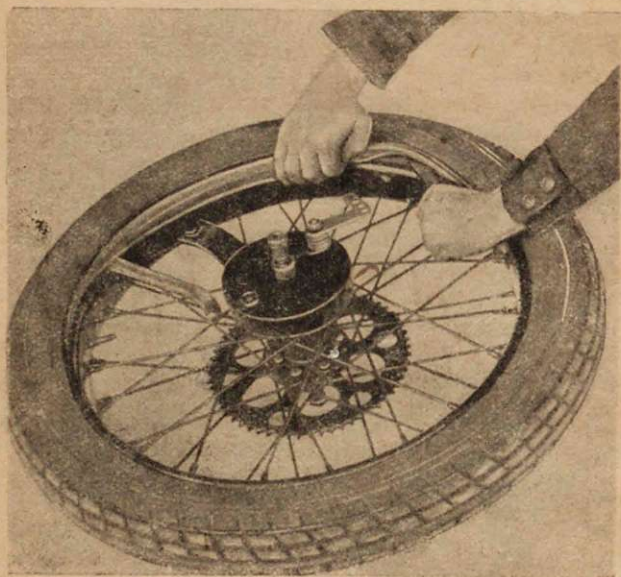

Рис. 27.
щитка, поднять бугель, отпустить обе гайки (3) крепления колеса, разъединить и снять заднюю цепь, снять тягу заднего тормоза и после этого вынуть заднее колесо. Когда колесо снято, нужно выпустить весь воздух из камеры, отвернуть вентиль, отвернуть гайку, крепящую вентиль к ободу, утопить вентиль, следя за тем, чтобы не помять резьбу. Далее нужно снять покрышку или, как говорят, «разбортовать ее». Разбортовка покрышки производится при помощи монтажных лопаток (прилагаемых к мотоциклу) как это изображено на рис. 27. После этого нужно вынуть из покрышки камеру, накачать ее при помощи насоса и опустить в воду. Местоположение отверстия обнаруживается пузырьками воздуха, выходящего из камеры. В случае если воды поблизости нет, отверстие легко можно обнаружить на слух по свисту воздуха, вы-